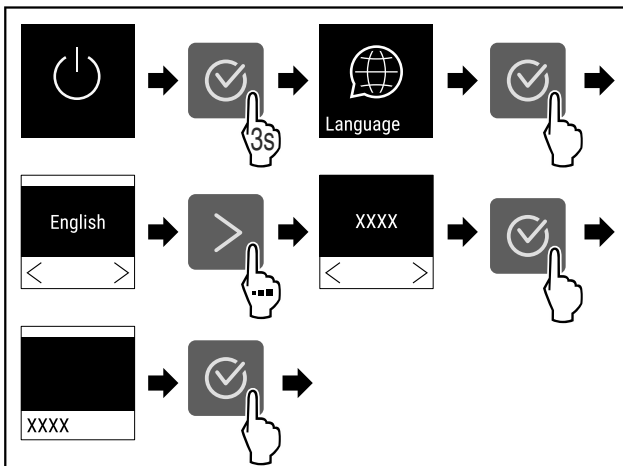

Fig. 54
- Eseguire i passi (vedere Fig. 54).